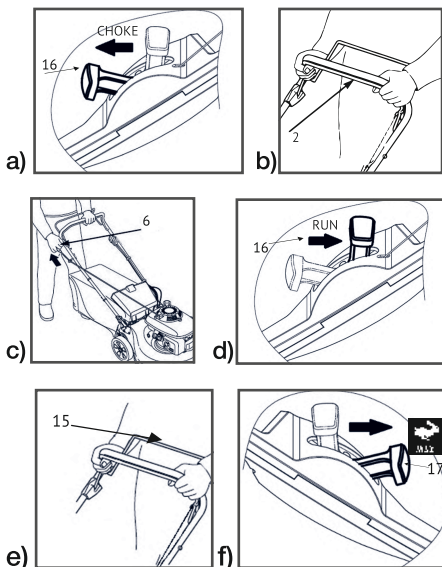

рис. 6
1. Установить ручку регулировки воздушной заслонки (16) в позицию **CHOKE/закрыто** (рис.6а) - для моделей L 5154S, L 5162RS и L 5362S.
Установить универсальную ручку управления (16) в положение **ОТ СЕБЯ** - (рис.6а) - для моделей L 4710S, L 5144S и **START** для L 5363SV.
2. Подтяните рычаг останков двигателя (2) к верхней рукоятке(1) и удерживайте его рис.6б.
3. Подтяните ручку стартера (6) до момента, когда почувствуете сопротивление и резко потяните ее для запуска двигателя. Не бросайте ручку стартера (6) после запуска, а плавно отпустите ее. Если двигатель не запускается, повторите процедуру 2-3 раза (рис.6с).
4. Для моделей L 5154S, L 5162RS и L 5362S - установите ручку регулировки воздушной заслонки (16) в положение **RUN**. Для модели L 5363SV - универсальную ручку (16) в положение **RUN** (рис.6д). При низких температурах дайте поработать двигателю 30 секунд на малых оборотах, прежде чем увеличить их и начать движение.
5. Подтяните рычаг привода колес (15) к верхней рукоятке, газонокосилка начнет движение (рис.6е).
6. Для моделей L 5154S, L 5162RS и L 5362S - обороты двигателя можно регулировать с помощью ручки регулировки (17). Для достижения оптимального результата кошения, рекомендуется косить на высоких оборотах двигателя.
7. Модель L 5363SV оборудована вариатором скорости, за счет чего скорость движения может меняться от 2,8 до 4,5 км/ч. Позиция 1 – самая медленная скорость, позиция 4 – самая быстрая. Скорость можно регулировать во время вождения. Для переключения скоростей: активируйте ручку регулировки скорости (17) на панели управления и установите одну из 4-х различных скоростей. Рис. 6а. При движении на одной из двух самых низких скоростей разница в темпе не будет существенно меняться.
рис. 6а